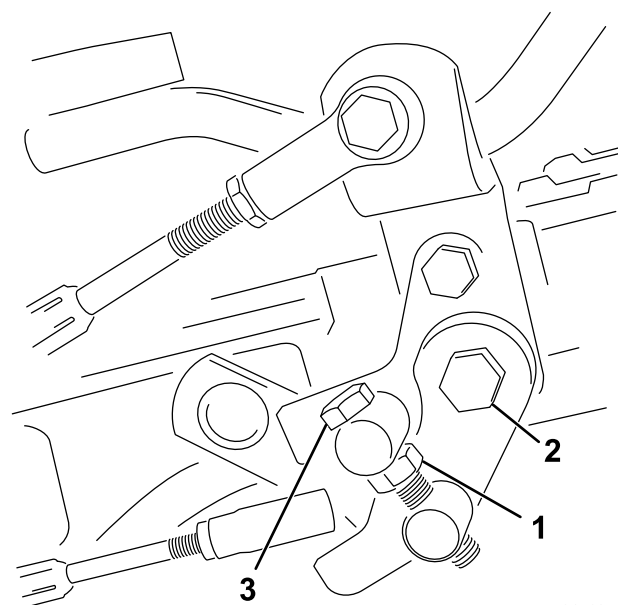

Рисунок 50
4. Затяните зажимную гайку на болте муфты и гайку на шарнире педали для фиксации регулировки (Рисунок 50). Проверьте регулировку и при необходимости повторите ее.
1. Ослабьте контргайку на болте муфты (Рисунок 50).